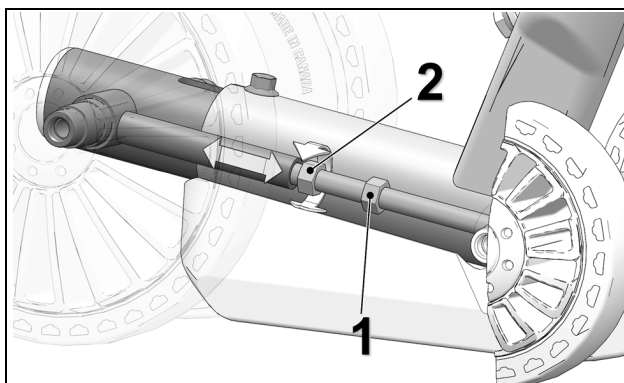

Figure 29
- Desserrer le contre-écrou (1) et tourner l'écrou d'ajustement (2) pour régler la tension de la chenille. Voir la Figure 29.